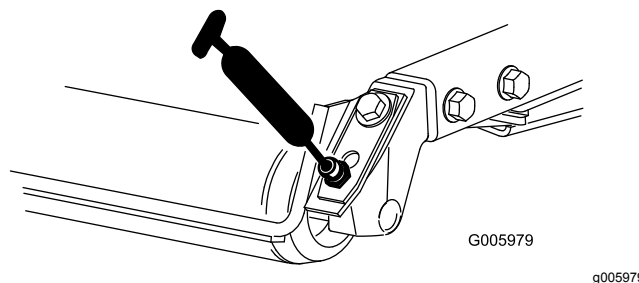

Figura 31
- Cojinetes de los rodillos traseros (2 por unidad de corte) (Figura 31).